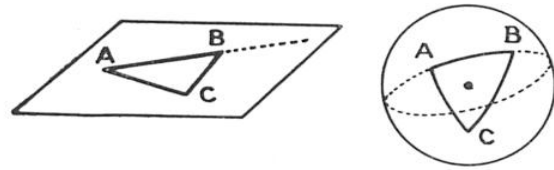

FIG. 4. — L'UNIVERS « RIEMANNIEN » EST À L'UNIVERS « EUCLIDIEN », TEL QUE NOUS LE CONCEVONS ORDINAIREMENT, CE QUE LA SPHÈRE EST AU PLAN
Sur le plan (fig. 4), la plus courte distance des deux points *A* et *B* est la droite *AB* ; on peut prolonger cette ligne indéfiniment, sans qu'elle revienne jamais en arrière ; la somme des angles d'un triangle *ABC* est rigoureusement égale à deux droits. Sur la sphère, la plus courte distance de deux points *A* et *B* est l'arc de grand cercle
FIG. 4. — COMMENT ON ÉTUDIE DANS UNE SALLE LA RÉFLEXION DU SON SUR LES PAROIS. L'opérateur, placé en a, donne un coup sec (pistolet ou, plutôt, claquette). Un microphone, disposé en un point voisin, reçoit les échos produits par les différentes parois, et les transmet à un oscillographe.
Comme sur les précédents diagrammes, les courbes supérieures t correspondent à un enregistrement chronométrique. Le diagramme supérieur A est l'oscillogramme obtenu, la salle étant vide ; le diagramme B est l'oscillogramme obtenu, la salle étant pleine. 0 correspond à l'enregistrement direct du bruit par le microphone ; 1 et 2, à l'enregistrement du son après réflexion sur le sol et sur la première banquettes d (fig. 4) ; 3 et 4, après réflexion sur les autres banquettes ; 5, après réflexion sur le fond R de la salle ; 6, après double réflexion sur le fond R et la paroi V (fig. 4). Lorsque la salle est pleine (B), on constate que les réflexions sur les banquettes sont beaucoup moins nettes.
Pour étudier plus particulièrement la question des « échos » et se rendre compte des surfaces qui sont nuisibles à cet effet, on procédera un peu différemment. Au lieu d'employer un haut-parleur comme source sonore, on se contentera d'émettre un son bref — en tirant un coup de pistolet, par exemple, ou de préférence en provoquant un bruit de claquette qui est beaucoup plus sec — à l'endroit voulu. Le microphone enregistrera alors ce son, ainsi que tous les échos successifs. En inscrivant alors, sur la même feuille, les battements d'un chronographe, on peut déterminer, en outre, les durées des différents échos et, par suite, la distance de l'endroit où se trouve le microphone aux différentes surfaces réfléchissantes. Cette méthode est extrêmement précise (voir fig. 4 et 5). Elle a même permis de vérifier les cotes des salles portées sur les épreuves